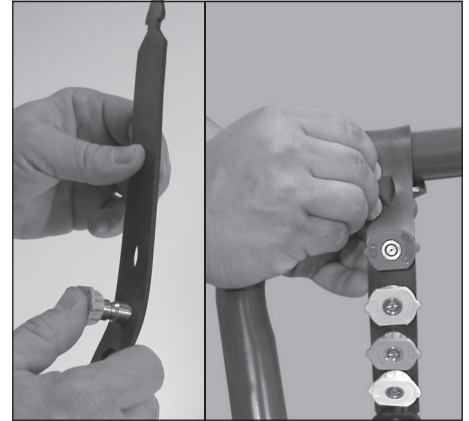

Figure 13 - Insérer les buses de pulvérisation dans le support pour buses en caoutchouc
6. Placer les buses raccord rapide dans le support des buses et fixer ce dernier sur la poignée de la laveuse à pression (Voir Figure 13).